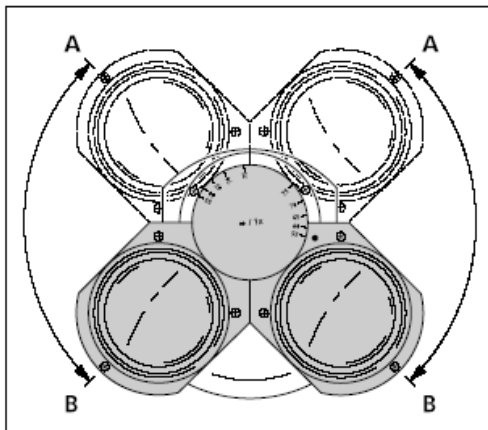

图3-55 校准双目观察筒的观测高度
- 向上（图3-55/A）或向下（图3-55/B）摆动目镜筒，按照个人的需要调节观测高度。